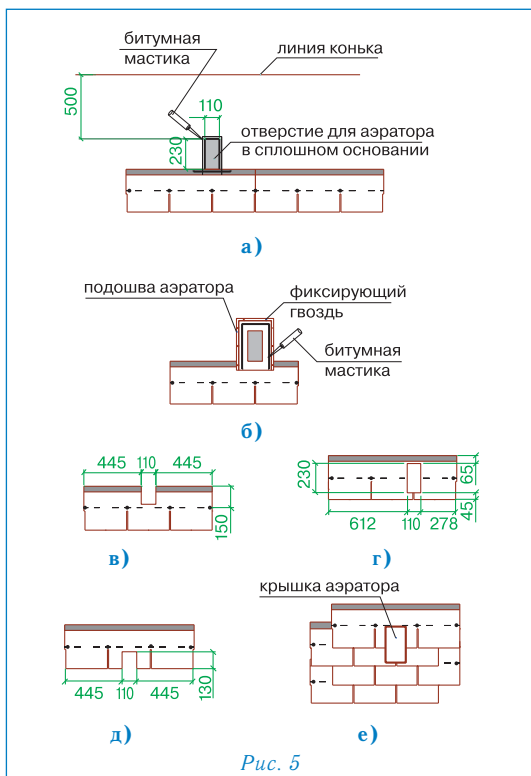

Рис. 5
Установка аэратора (рис. 5)
- В сплошном основании кровли прорезается отверстие 110 × 230 мм, расположенное согласно рис. 5а;
- корпус аэратора устанавливается поверх отверстия и фиксируется гвоздями из нержавеющей стали; по верхней и боковым сторонам подошвы корпуса также наносится битумная мастика (рис. 5б);
- при укладке последующих трех рядов черепицы подошва аэратора закрывается листами ПРЕСТИЖ ЭЛИТ с соответствующими прорезами (рис. 5е);
- на корпус аэратора устанавливается крышка, которая фиксируется нажатием (до щелчка) (рис. 5е).